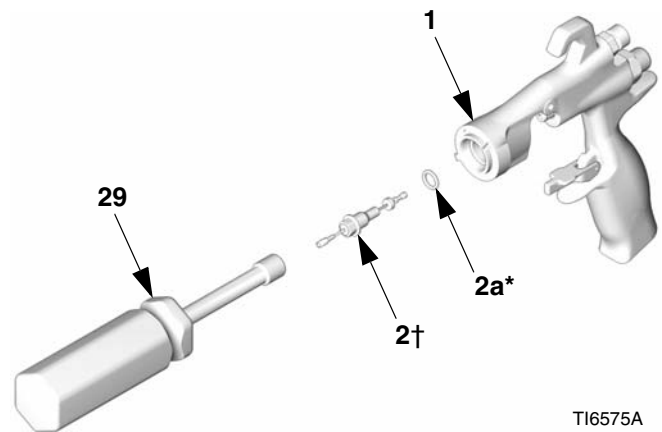

FIG. 42
7. Lubrifiez légèrement les joints toriques de l'assemblage du pointeau et de l'arbre sur les surfaces de glissement. Veillez à ce que le joint torique (2a*) soit en place à l'intérieur du pistolet (1).
8. Introduisez le pointeau du fluide (2) dans la partie avant du pistolet. Utilisez le tourne-écrou (29) pour visser l'assemblage du pointeau du fluide sur le corps du pistolet (1) et établissez le moment de torsion à 50-60 pouce-lb (6-7 N•m). Voir FIG. 42.